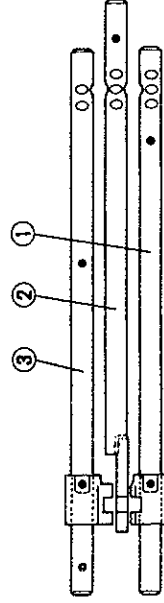
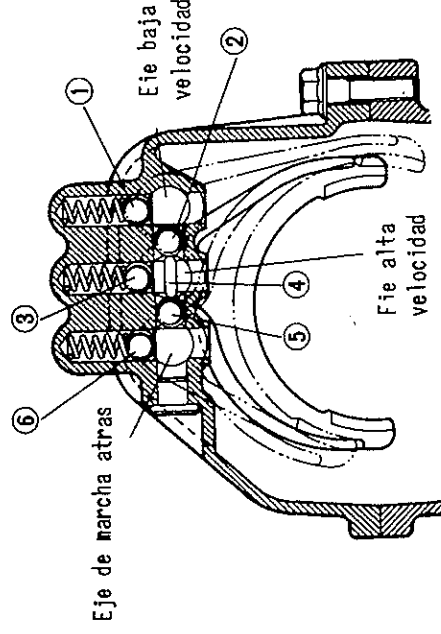
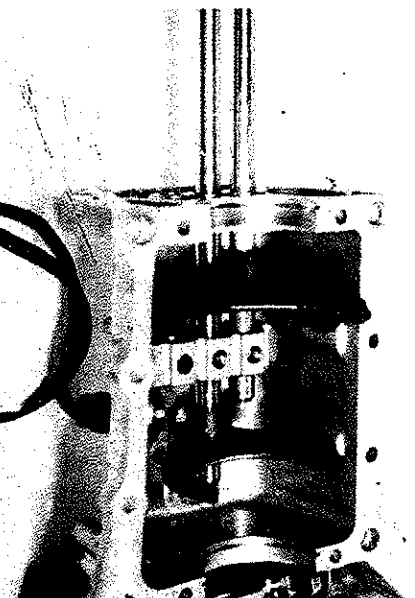

Fig. 13-58
Fig. 13-60
Fig. 13-64
Anotese, que los tres ejes selectores disponen cada uno de una bola centradora y un muelle centrador, y que existen 2 bolas de enclavamiento y un embolo de enlace entre los ejes. Ver Fig. 13-60
- 1) Montar los 3 muelles centradores dentro de sus 3 alojamientos en la carcasa superior, así como también cada bola centradora (1) en Fig. 13-60, sobre su correspondiente muelle centrador
- 4) Montar bola de enclavamiento (2 en Fig. 13-60), y bola centradora (3 en Fig. 13-58) en la carcasa superior. Una vez montado el embolo de enlace, (4 en Fig. 13-60) en el eje selector de 3°-4°, introducir el eje en la carcasa superior, según lo descrito en 2) y 3). La horquilla se monta según lo indicado en Fig. 13-64, introduciendo el pasador hasta que esté a ras con la superficie exterior de la horquilla.
- 5) Montar en la carcasa superior, bola de enclavamiento ((5) en Fig. 13-60), y la bola centradora ((6) en Fig. 13-60). Luego, montar el eje selector de marcha atrás en la carcasa superior de acuerdo con la forma descrita en 2) y 3).